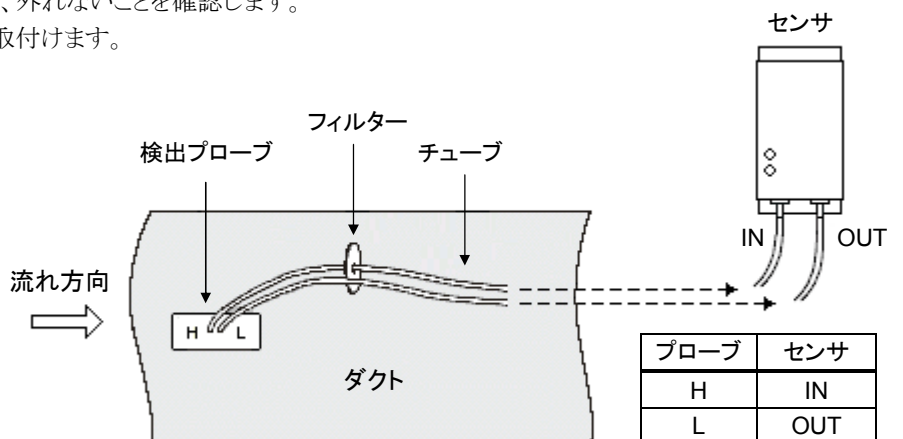

図 4. 設置例
- 4) 流れ方向に対して、検出プローブ (H-L) を正しく取り付けます。(図 4 参照)
- 5) 検出プローブからのチューブを、センサ本体の接続口に正しく差し込みます。(図 4 参照)